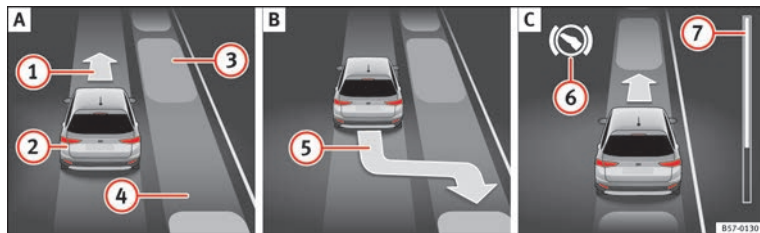
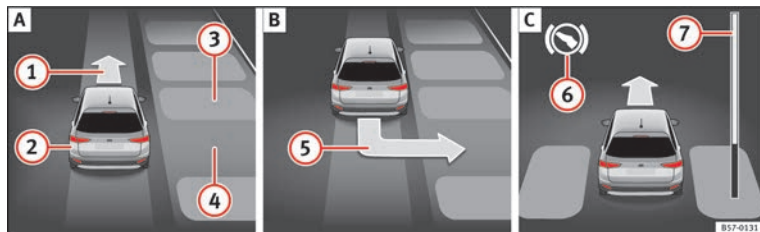

Fig. 215 Sul display del quadro strumenti: parcheggiare in linea **A** Cercare uno spazio di parcheggio. **B** Posizione di parcheggio. **C** Manovrare.
Fig. 216 Sul display del quadro strumenti: parcheggiare a pettine. **A** Cercare uno spazio di parcheggio. **B** Posizione di parcheggio. **C** Manovrare.
Legenda della **fig. 215** e **fig. 216**:
» **fig. 215** ⑦ e » **fig. 216** ⑦ mostra simbolicamente nel display del quadro strumenti la distanza relativa ancora da percorrere. Maggiore è la distanza, maggiore sarà il riempimento della barra di avanzamento. Circolando con la marcia in avanti, il contenuto della
2.	Nella visualizzazione del display del quadro strumenti controllare se lo spazio è stato rilevato come "idoneo" ed è stata raggiunta la posizione corretta per parcheggiare » fig. 215 [B] o » fig. 216 [B] .
3.	Lo spazio sarà stato considerato "idoneo" se nel display del quadro strumento compare l'indicazione di parcheggio (5) .
6.	Retrocedere finché non si sentirà il segnale continuo del ParkPilot. OPPURE: retrocedere finché nel display del quadro strumenti non comparirà l'indicazione di spostarsi con la marcia in avanti » fig. 215 [A] (1) o » fig. 216 [A] (1) . OPPURE: retrocedere finché nel display del quadro strumenti non comparirà il messaggio Park Assist concluso . La barra di avanzamento (7) indica la distanza che si deve percorrere » pag. 265.
7.	Premere il pedale del freno finché l'assistente di parcheggio non avrà terminato di sterzare OPPURE: finché non si spegnerà il simbolo (8) nel display del quadro strumenti.
9.	Spostarsi con la marcia in avanti finché non si sentirà il segnale continuo del ParkPilot. OPPURE: spostarsi con la marcia in avanti finché nel display del quadro strumenti non comparirà l'indicazione di spostarsi in retromarcia. L'assistente di parcheggio dirige il veicolo con la marcia in avanti o in retromarcia fino a posizionarlo al centro dello spazio di parcheggio » fig. 215 [C] o » fig. 216 [C] .